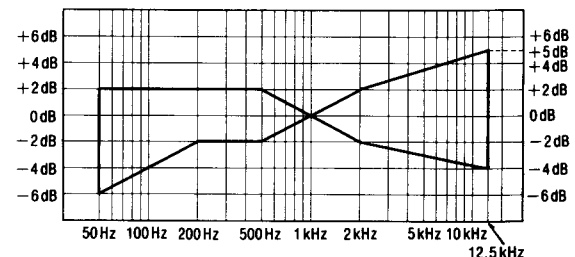

Abb. 9
6. Anschließend das auf der CrO₂-Leercassette (QZZCRX) und der Reineisenband-Leercassette (QZZCRZ) aufgezeichnete Signal auf 12,5kHz erhöhen und auf gleiche Weise justieren, wie vorgehend beschrieben. Dann überprüfen, ob der Frequenzpegel innerhalb des in Abb. 9 gezeigten Bereichs liegt.